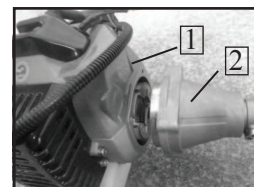

рис.3
6.2.1 Соедините корпус муфты сцепления 2 и двигатель 1, как показано на рис.3.